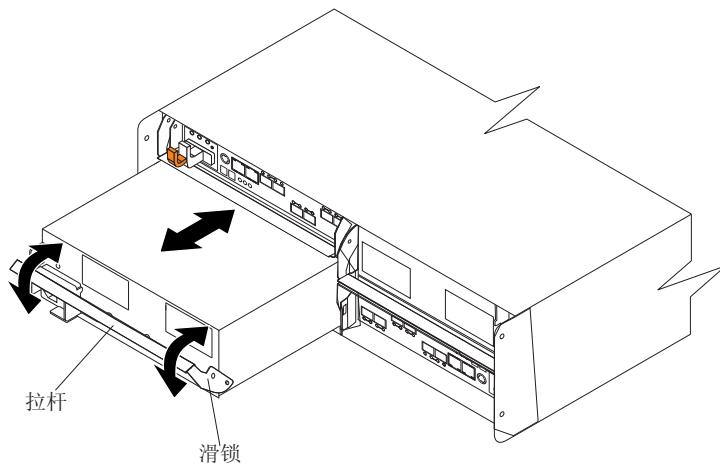

图 22. 重新安装电源和风扇单元
1. 将一个电源和风扇单元滑入存储子系统。请务必重新安装电源和风扇单元，以便每个电源和风扇单元上的拉杆朝着存储子系统的内部打开，如图 22 中所示。请勿强行安装。电源和风扇单元的设计可防止其错误地插入机箱。
**警告:** 请确保在将电源和风扇单元滑入存储子系统时拉杆是笔直拉出的，如图 22 中所示。左右两个电源和风扇单元以相反方向位于 DS5020 机箱中。如果无法将电源和风扇单元完全插入电源和风扇单元托架，那么将其翻转 180° 并重新插入。